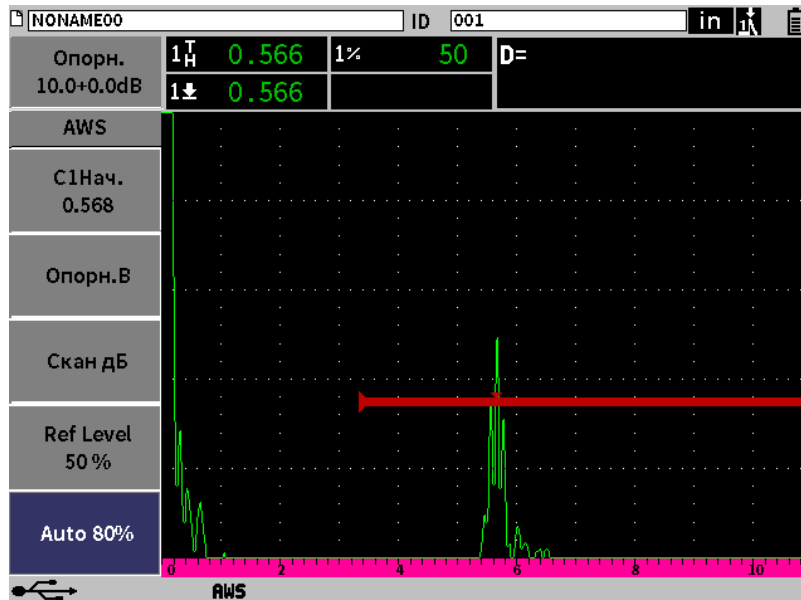

Рис. 11-26 Динамическая функция AWS с уровнем рег. 50 %
8. Нажмите клавишу Tab, чтобы выделить **Авто XX%** (значение по умолчанию 80 %), затем нажмите клавишу Enter (см. Рис. 11-26 на стр 193).